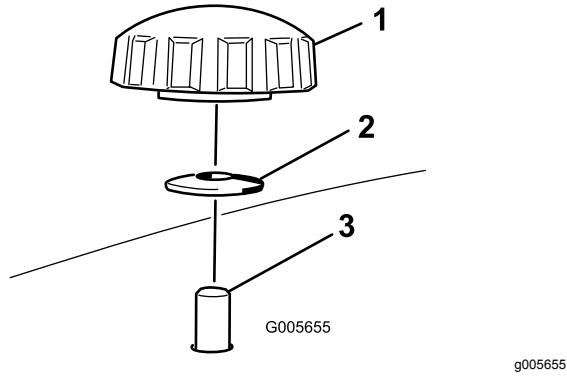
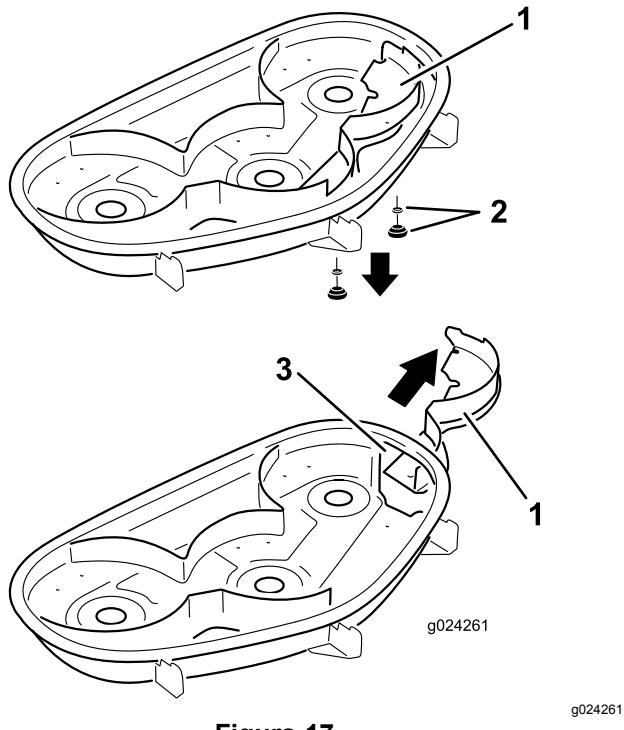

Figura 16
Figura 17
- Togliete le 2 manopole e le rondelle curve che fissano il diaframma destro al tosaerba (Figura 16).
5. Togliete il diaframma destro e abbassate il deflettore dell'erba sull'apertura di scarico come illustrato nella Figura 16 e Figura 17.
5. Infilate il diaframma destro sotto il piatto di taglio e fissate utilizzando le 2 manopole e le rondelle curve (lato concavo verso il tosaerba) come illustrato nella Figura 16 e Figura 17.